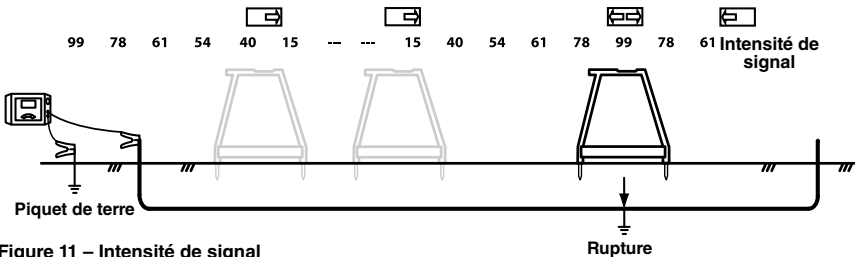

Figure 11 – Intensité de signal
- Retirez le récepteur, puis déplacez-le de quelques pas le long du conducteur, en direction des flèches et des bips directionnels. Renforcez les pointes du récepteur dans le sol (Figure 11).